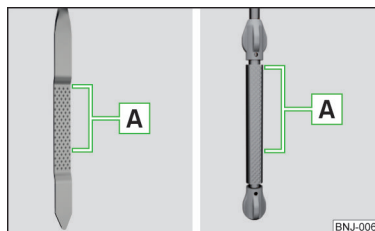

Fig. 260
El nivel de aceite tiene que situarse en la zona **A** » fig. 260. Si el nivel de aceite se encuentra por debajo de la zona **A** se debe rellenar aceite.
- El nivel de aceite no debe estar nunca fuera de la zona **A** » fig. 260 - ¡De lo contrario existe riesgo de daños del motor, así como en el sistema de gases de escape!